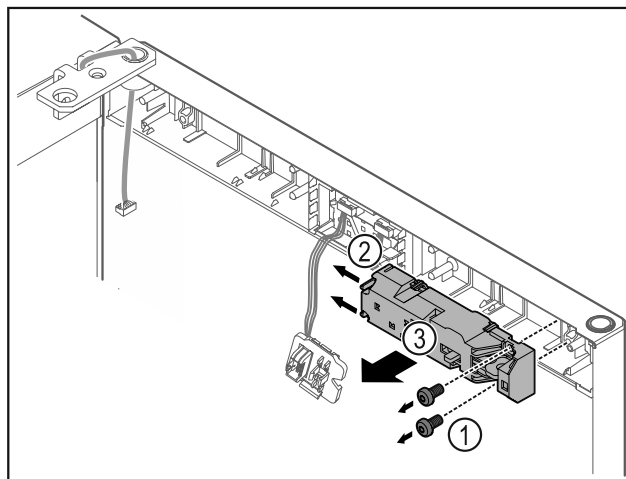

Fig. 10
- Schrauben Fig. 10 (1) entfernen.
- Rastnasen Fig. 10 (2) zur Seite drücken und Fernschloss Fig. 10 (3) abnehmen.